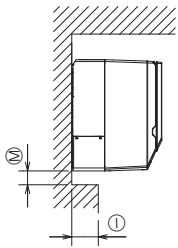

Fig. 2-2
- M Reportez-vous à la Fig. 2-2